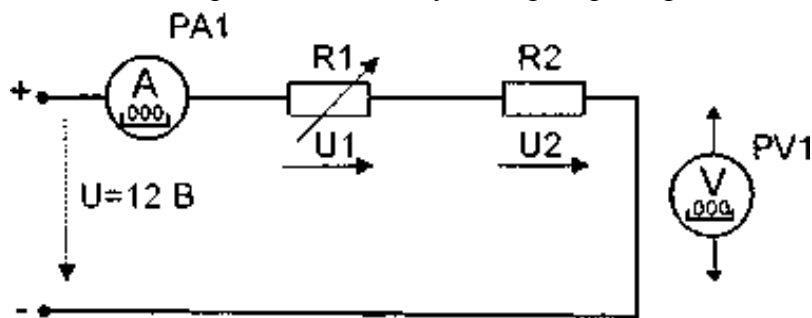

Рис. 1
3.2. Собрать линейную электрическую цепь постоянного тока с последовательным соединением элементов (рис. 1). В качестве измерительных приборов использовать приборы модуля цифровых индикаторов в режиме измерения постоянного тока (тумблеры изменения режима работы в позиции «= \Rightarrow »). Установить в соответствии с заданием переключатели модуля резисторов SA1, SA2 в соответствующие позиции. Представить схему для проверки преподавателю.